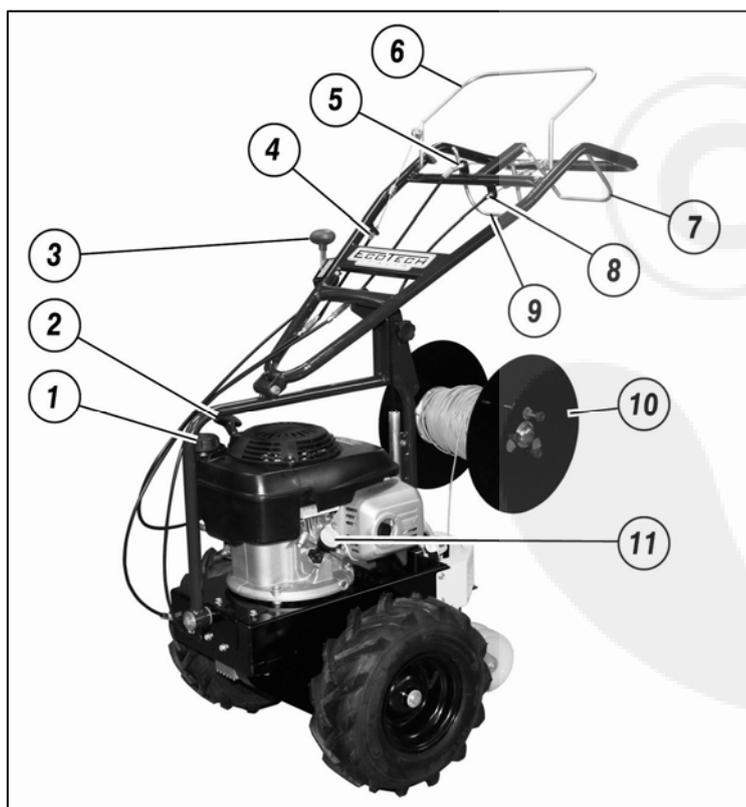

Fig.1
- Controllare che il livello dell'olio non sia sotto il minimo: svitare il tappo (fig.1 n.11), con uno straccio pulire l'asta di livello e riavvitare il tappo. Svitare nuovamente e assicurarsi che il livello sia compreso fra le due tacche di minimo e di massimo. Se il livello è sotto la soglia minima, aggiungere olio fino a ottenere il livello ottimale. (richiedere l'olio adatto al vostro rivenditore di fiducia).
- Controllare che tutte le leve siano in posizione di folle (fig.1 n.6/n.9).
- Per avviare il motore da freddo posizionare il manettino del gas (fig.1 n.3) nella posizione di START.
- Impugnare la manopola di avvio del motore (fig.1 n.2) quindi dare uno strappo energetico. Attendere qualche minuto che raggiunga la temperatura d'esercizio prima di portarlo al massimo regime.
Prima di iniziare il lavoro bisogna posizionare il cavo nell'apposito avvolgitore, regolare la profondità di interrimento, legare l'estremità del cavo ad un picchetto, assicurarsi che non vi siano persone animali o cose di valore per un raggio di almeno 15 metri, quindi avviare il motore e una volta caldo portarlo è possibile iniziare il lavoro. Azionare fino in fondo la leva di innesto rotazione della fresa (fig.1 n.9), innestare fino in fondo la leva di avanzamento (fig.1 n.1) e iniziare il lavoro usando comunque la massima prudenza. Leggere attentamente la descrizione delle operazioni sotto riportate. Durante i periodi estivi o comunque in presenza di terreno secco si consiglia di annaffiare abbondantemente il prato il giorno prima di eseguire il lavoro.
LA MACCHINA NECESSITA DI UN RODAGGIO! DURANTE LA PRIMA ORA DI LAVORO LE CINGHIE SI ASESTANO. CONTROLLARE CHE LE MOLLE DI TENSIONE LAVORINO SEMPRE IN MODO ADEGUATO (fig.1 n.4/n.5).
Per un utilizzo migliore della macchina data la varietà dei tipi di cavo e dei tipi di bobine esistenti sul mercato si consiglia di avvolgere il cavo nell'apposito raccoglitore (fig.1 n.10) utilizzando la manovella presente sul raccoglitore. È importante avvolgere il cavo in senso orario per garantire durante il lavoro un perfetto srotolamento (fig. 2). Se si vuole invece usare le bobine di cavo già avvolte, si può smontare dal raccoglitore la parete sinistra allentando i tre pomelli (fig.3) e facendo compiere alla parete una leggera rotazione, posizionare la bobina nel tubo del raccoglitore usando eventuali adattatori, quindi rimontare la parete e stringere a fondo i tre pomelli. Una volta posizionato il cavo nel raccoglitore bisogna infilare l'estremità del cavo all'interno del tubo della pinna (fig. 4) fino a farlo uscire dalla parte inferiore di alcuni centimetri.
Per regolare la velocità di interrimento agire sul manettino dell'acceleratore (fig.1 n.3) andando ad alzare o diminuire i giri del motore. Non regolare **MAI** la velocità facendo slittare leggermente i dischi frizione della scatola di trasmissione. Questa operazione crea un grave danno alla parte meccanica della trasmissione. La leva di avanzamento (fig.1 n.9) deve essere tirata **SEMPRE** fino in fondo e cioè quando va a toccare il manubrio.